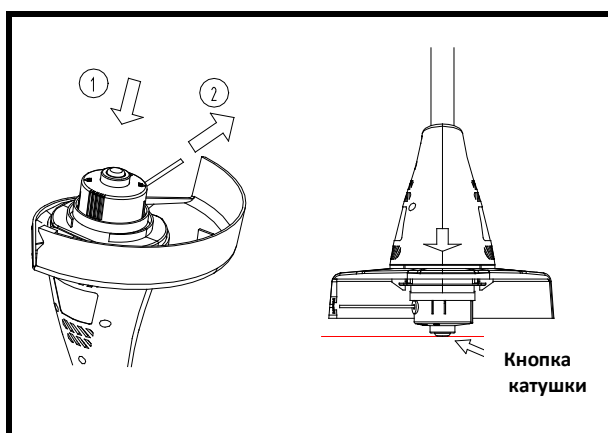

Рис.11
- Нажмите на кнопку катушки (Рис.11).